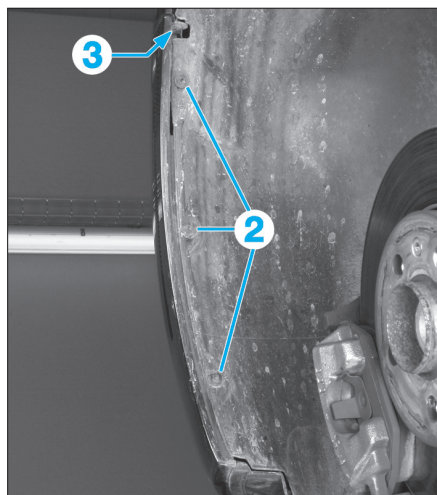

FIG. 106
- de chaque côté, les vis (2) et (3) (Fig.106),